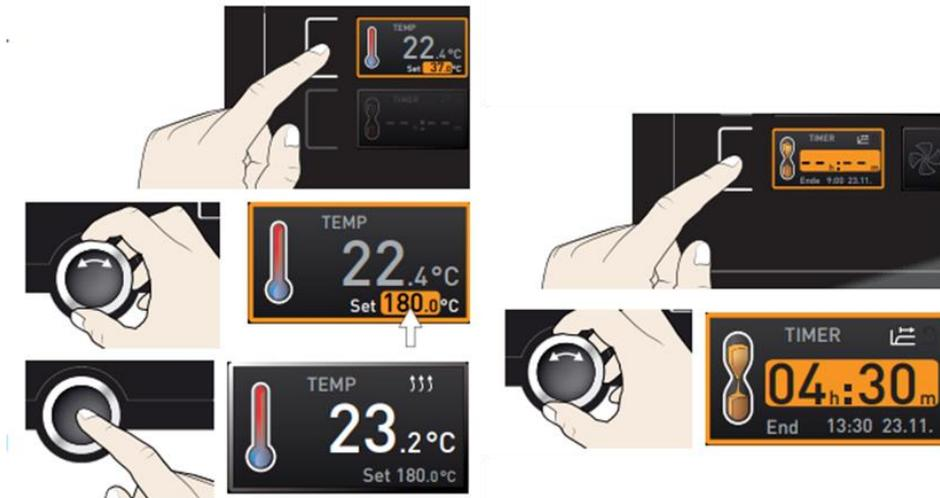

Figura 7. Ajuste de parámetros (Temperatura, temporizador y trampilla de aire).
- La configuración de parámetros (temperatura, temporizador y trampilla de aire), de manera general sigue el siguiente patrón (**Figura 7**):